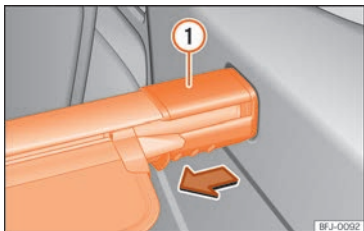

Abb. 119 Im Gepäckraum: Gepäckraumabdeckung ausbauen
- Abdeckungsträger »» **Abb. 119** ① in Pfeilrichtung drücken und in dieser Position halten.
- Abdeckungsträger »» **Abb. 119** ① loslassen.